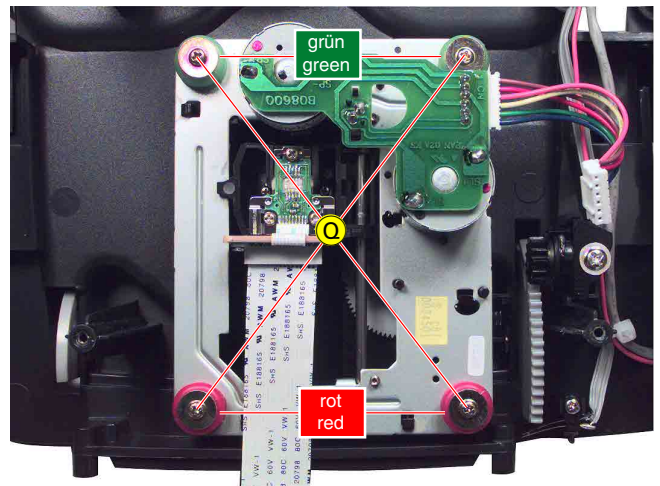

Fig. 11
- 4 Schrauben (Ⓞ) (Fig. 11) herausschrauben.
- Undo 4 screws (Ⓞ) (Fig. 11).